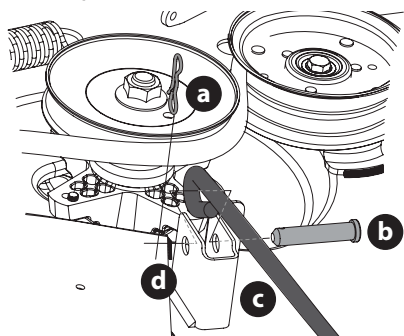

Fig. 45
- Extraiga el tercer pasador con unión curva (a) del pasador de horquilla (b) que sujeta la varilla de control de la plataforma delantera (c) al soporte delantero de elevación de la plataforma (d). Extraiga los pasadores de horquilla (b) (Fig. 45).